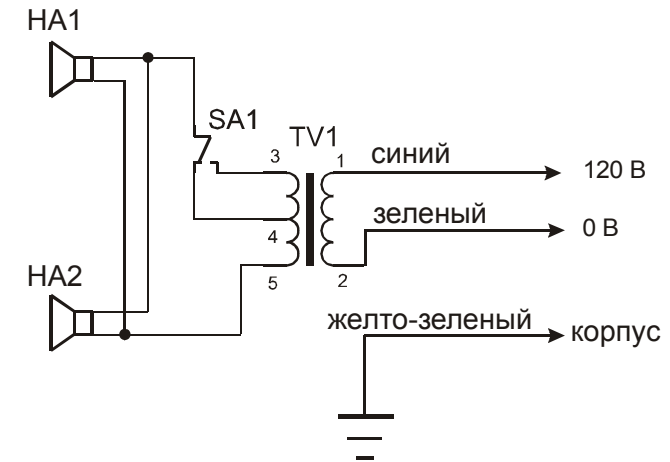

Рис.1
3.1 Схема громкоговорителя показана на рис.1